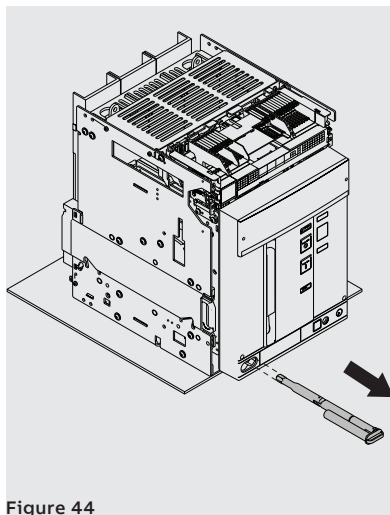

Figure 44
8. Extraire la manivelle de sectionnement de son logement. Voir Figure 44.